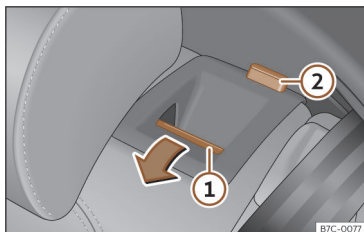

Fig. 90 Asiento trasero: abatir el respaldo.
- Pulse la tecla de desbloqueo >>> **fig. 90 ①** hacia adelante y, al mismo tiempo, abata el respaldo. El respaldo trasero está desbloqueado cuando se ve una marca roja en la tecla **②**.